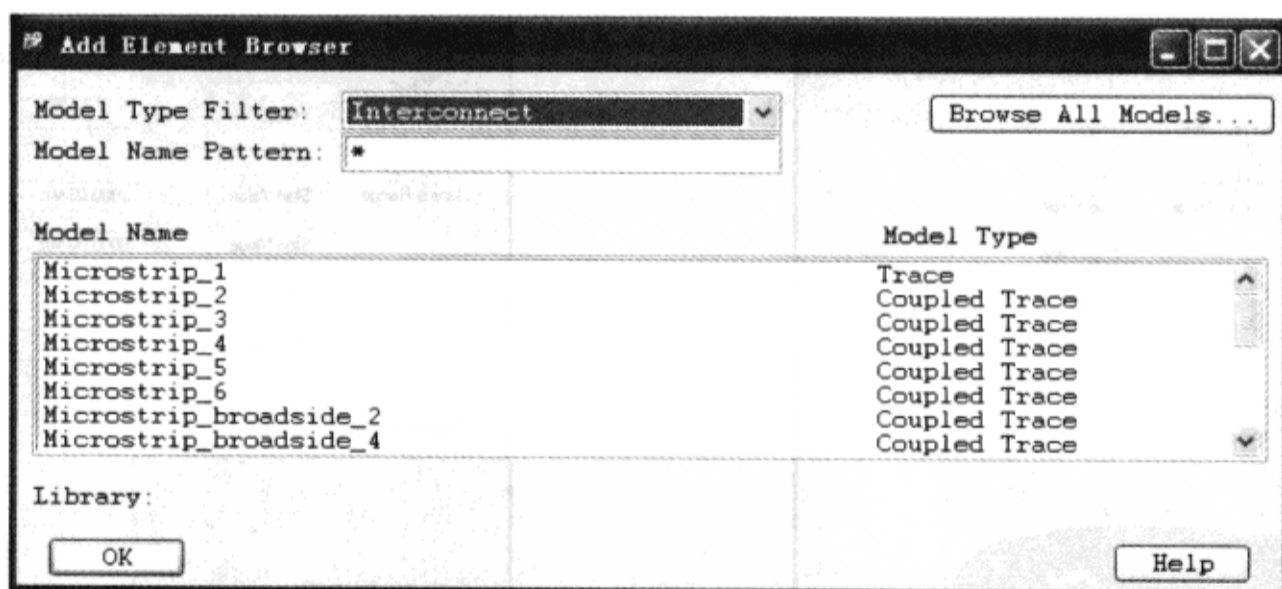

图 3-10-14 “Add Element Browser”对话框
(1) 从 SigXplorer 中执行菜单命令“Edit”→“Add Element...”，弹出“Add Element Browser”对话框，如图 3-10-14 所示。